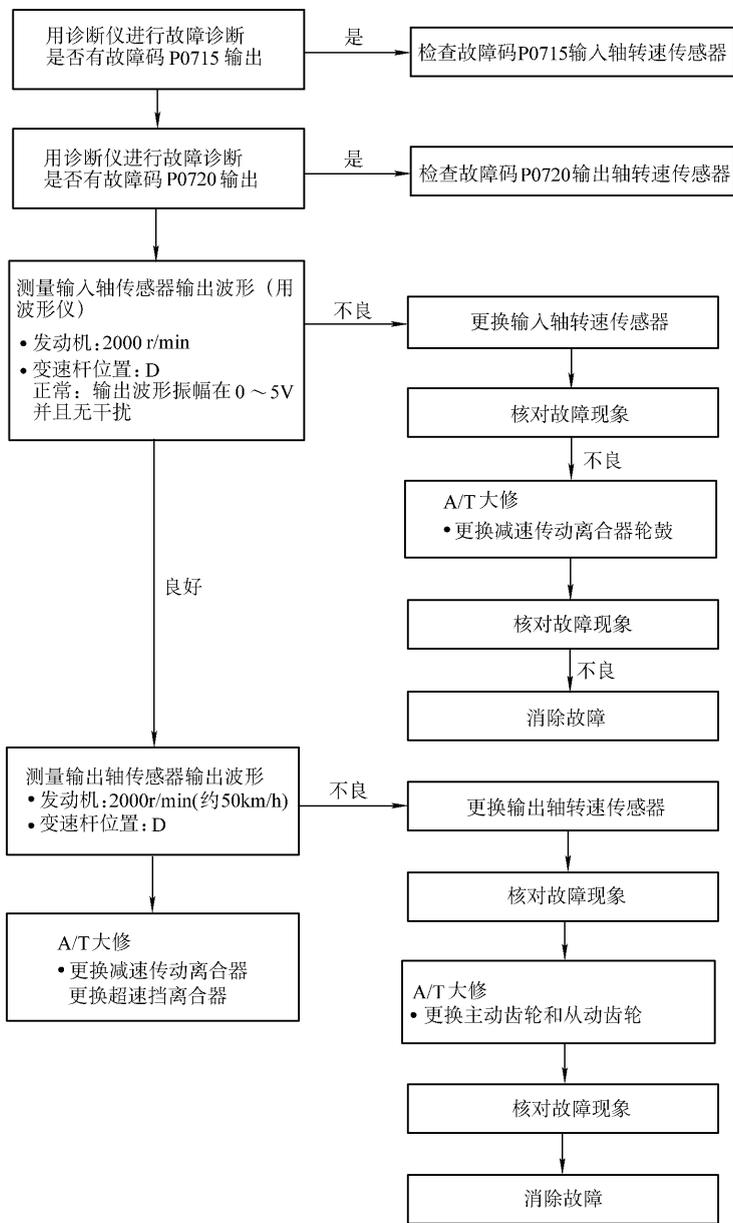

图 7-30 DTC P0733——3 档传动比不正确故障诊断流程图
如果在 3 档行驶中输出轴转速传感器值乘以 3 档传动比的值不等于输入轴转速传感器值，则输出 DTC P0733。如果 DTC P0733 出现 4 次，变速器锁在 3 档并进入失效保护模式。产生该故障的原因可能有：①输入轴转速传感器不良；②输出轴转速传感器不良；③减速传动离合器轮鼓不良；④主动齿轮或从动齿轮不良；⑤低倒档制动器系统不良；⑥减速传动离合器不良；⑦产生干扰等。DTC P0733——3 档传动比不正确故障诊断流程如图 7-30 所示。